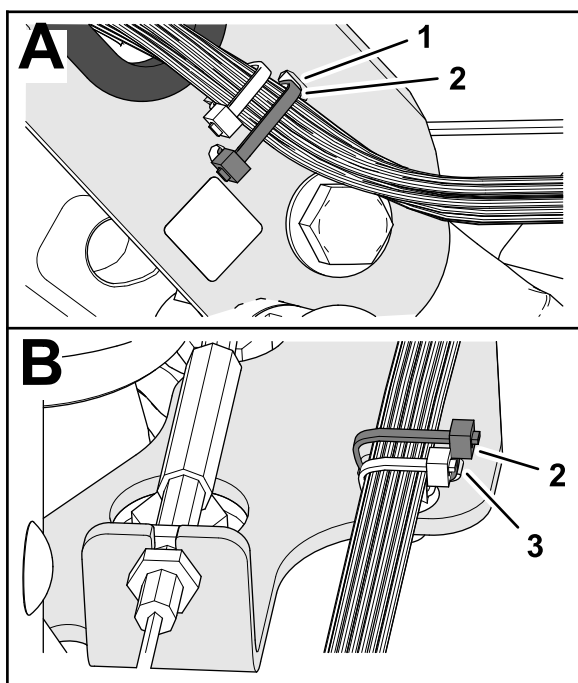

Figure 11
6. Fixez le faisceau de la machine sur le profilé du timon en passant un attache-câble dans les fentes du profilé (**Figure 11**).